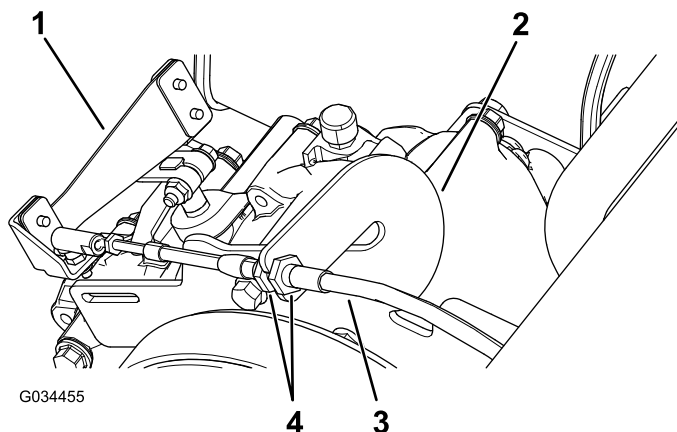

Figure 58
1. Desserrez les écrous de blocage sur le câble de sélection et ajustez-les selon les besoins (Figure 58).
2. Vérifiez la position de l'inverseur de marche en tournant le sélecteur aux 3 positions différentes et vérifiez que le levier (Figure 58) passe correctement à chaque position; voir Levier et indicateur d'inverseur de marche (page 13).